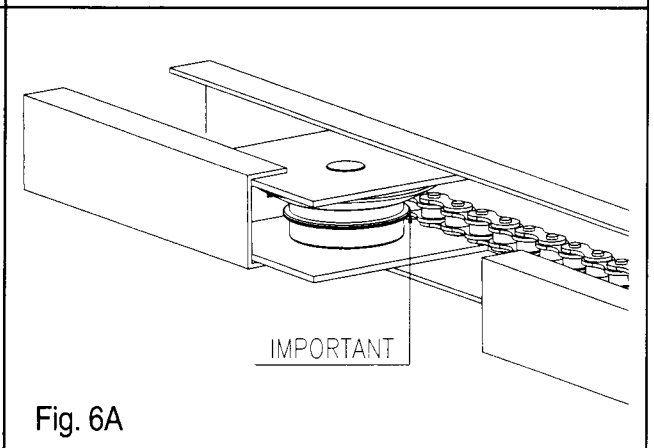

Fig. 6A
**¡Atención! Al concluir la instalación de la automatización, controle que la tracción de la cadena (correa) sea correcta, ATT. fig.6A. Si la cadena estuviera floja con la puerta cerrada, regúlela con la tuerca D.**